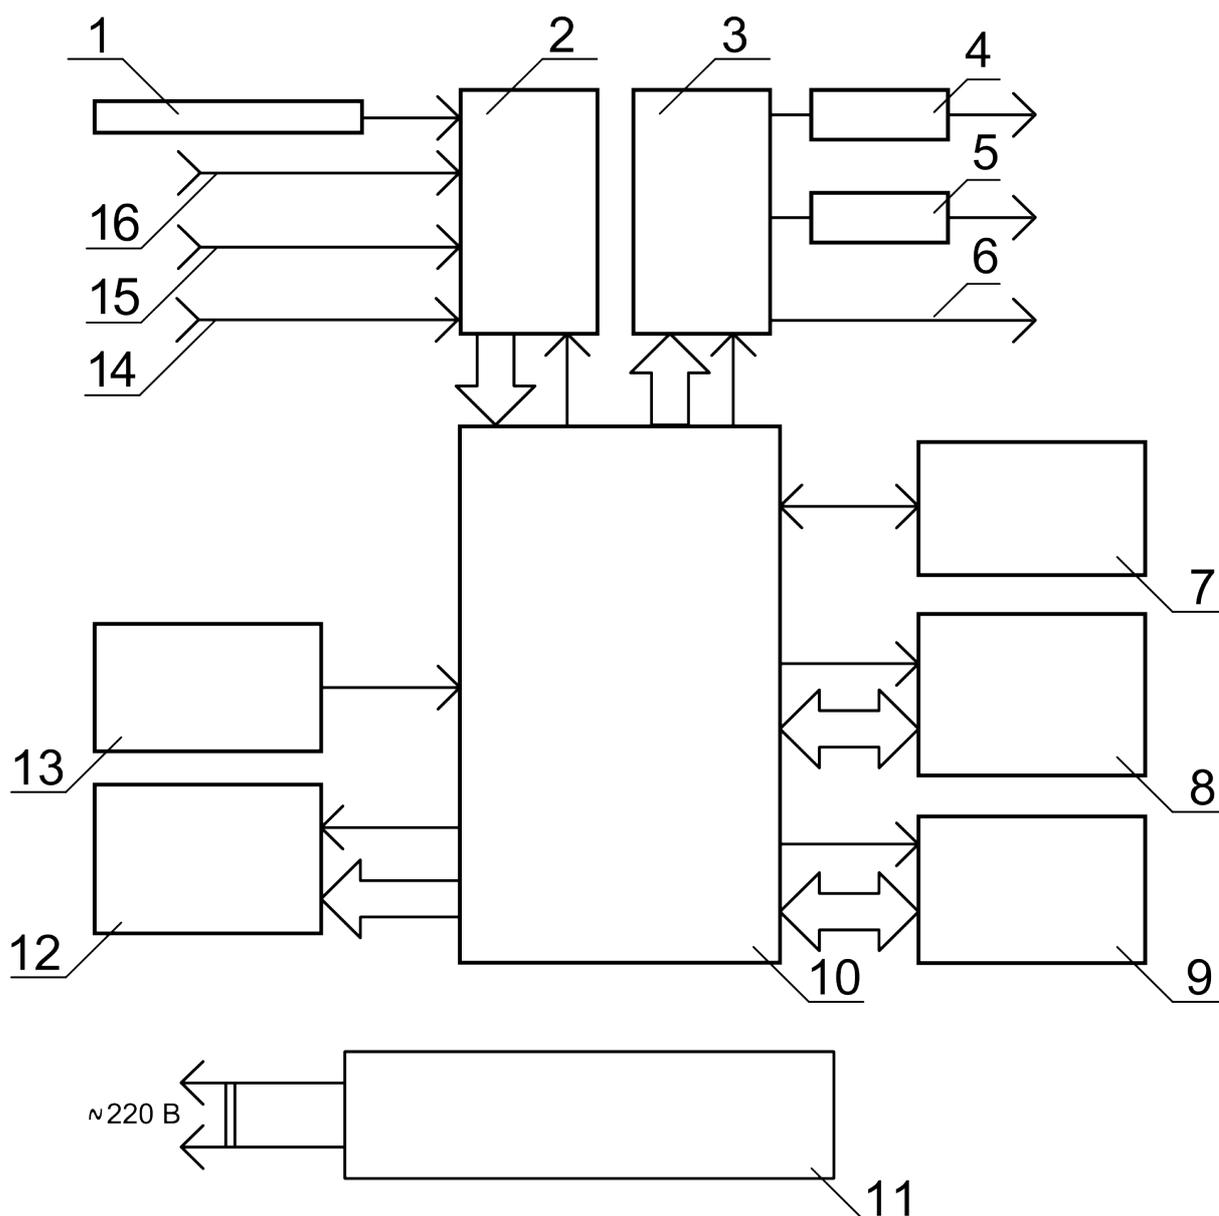

Рис. 1. Прибор МУЛЬТИТЕСТ ИПЛ. Схема функциональная
3.2.2. Функциональная схема прибора приведена на рис. 1.